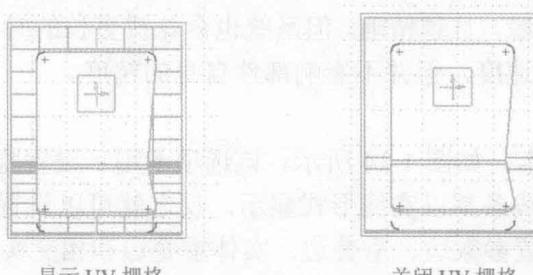

图 1-11 UV 栅格示意图
- UV 栅格：这个选项允许用户在一个视图里控制 UV 栅格曲线的显示。UV 栅格曲线就是片体或实体面的等高线，如图 1-11 所示。